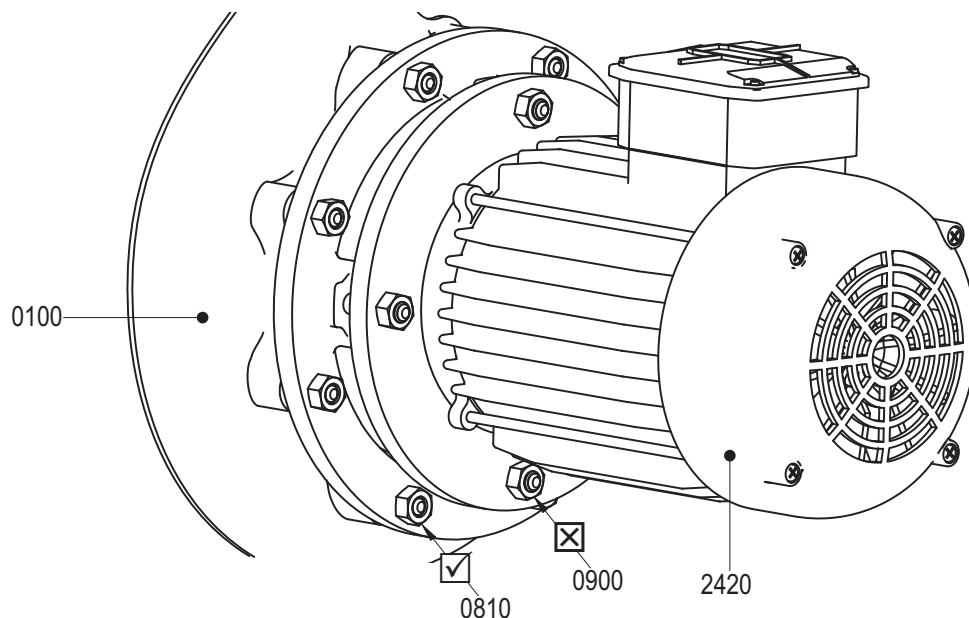

Рисунок 2: Расположение гаек крепления.
- 1 Отвинтите гайки крепления проставочного кольца (0810), см. рисунок 2.